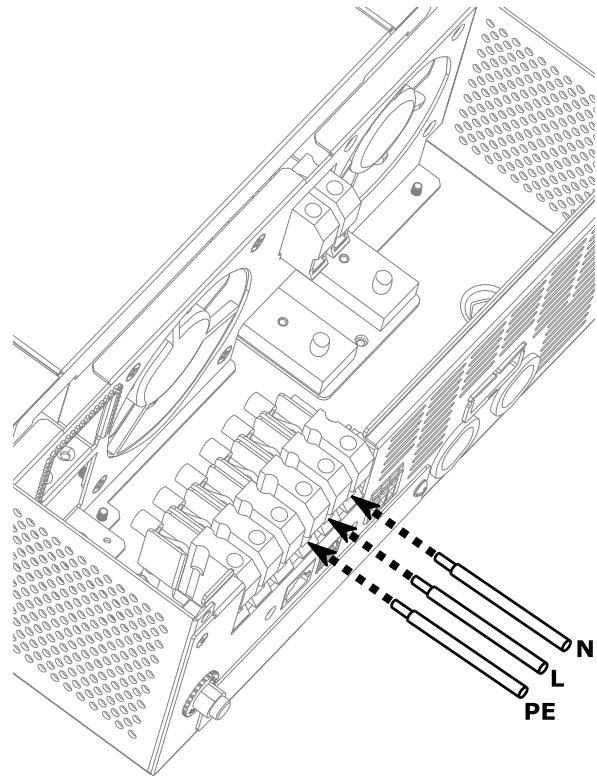

Abbildung 8: AC Ausgang Leiter Verbindung
4. Verbinden Sie den PE (⊕ - Schutzleiter) Leiter des AC Eingangs (*Abbildung 7*) mit der entsprechenden Klemme am Wechselrichter und verbinden Sie den PE (⊕ - Schutzleiter) Leiter des AC Ausgangs (*Abbildung 8*) mit der entsprechenden Klemme am Wechselrichter. Ziehen Sie die Anschlussklemmen mit einem Drehmoment von 1,4 – 1,6 Nm an.
5. Verbinden Sie die L (Phase) und N (Neutral) Leiter mit den entsprechenden AC Eingangsklemmen (*Abbildung 7*) und AC Ausgangsklemmen (*Abbildung 8*). Ziehen Sie die Anschlussklemmen mit einem Drehmoment von 1,4 – 1,6 Nm an.